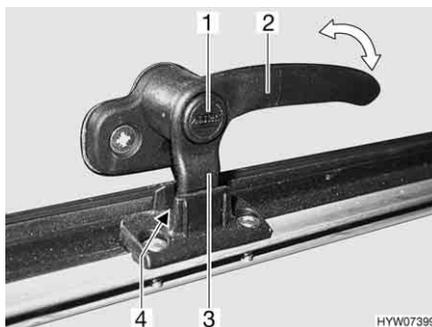
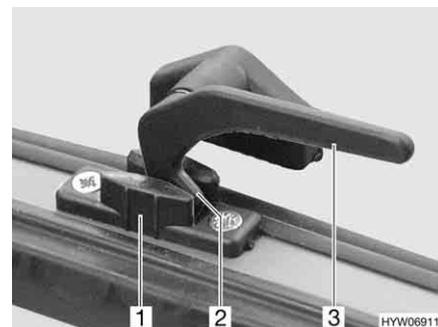

Bild 89 Verriegelungshebel mit Sicherungsknopf in Stellung "Dauerbelüftung"
Bild 90 Verriegelungshebel in Stellung "Dauerbelüftung"
- in Stellung "Dauerbelüftung" (Bild 89 und Bild 90)
- Wenn vorhanden, Sicherungsknopf (Bild 89,1) drücken und gedrückt halten.
- Alle Verriegelungshebel (Bild 89,2 oder Bild 90,3) eine viertel Umdrehung zur Haubenmitte hin drehen.
- Alle Verriegelungshebel wieder zurückdrehen. Die Verriegelungsnase (Bild 89,3 oder Bild 90,2) dabei in die Aussparung der Haubenverriegelung (Bild 89,4 oder Bild 90,1) einfahren.